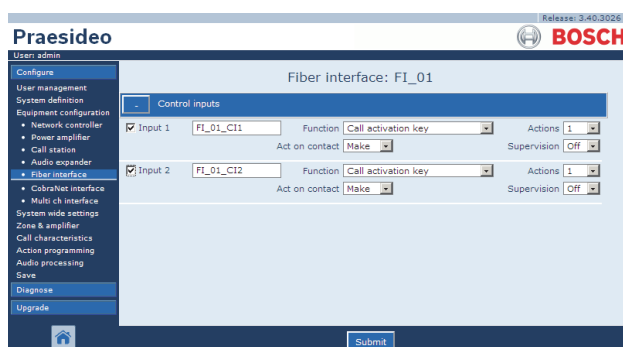

figure 44.51: Configuration d'une interface fibre, étape 2
- 2 Cliquez sur le nom de l'interface fibre à configurer. Un écran semblable à celui de la figure 44.51 s'affiche dans le cadre principal de l'interface Web.